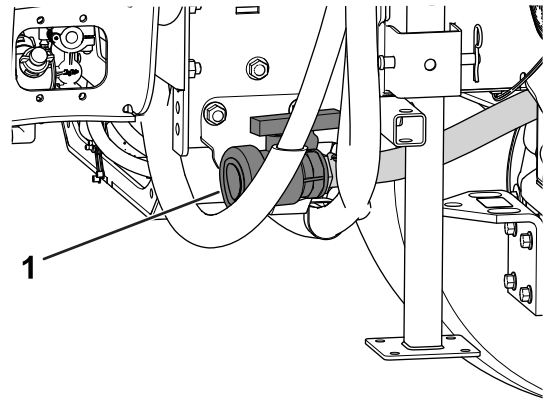

Bild 76
2. Ermitteln Sie das Ablassventil des Behälters an der rechten Seite der Maschine (**Bild 76**).